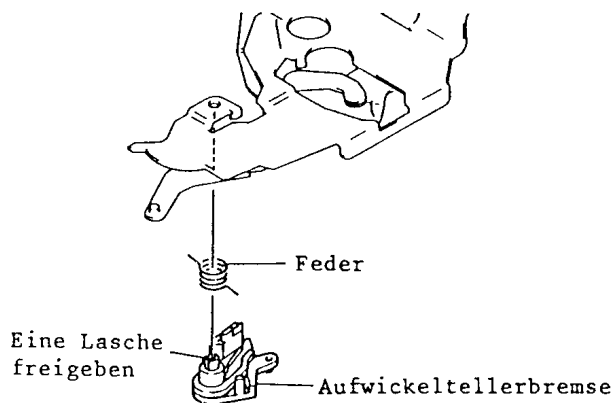

Abb. 7-23 Aufwickeltellerbremse
23. Aufwickeltellerbremse (Abb. 7-23)